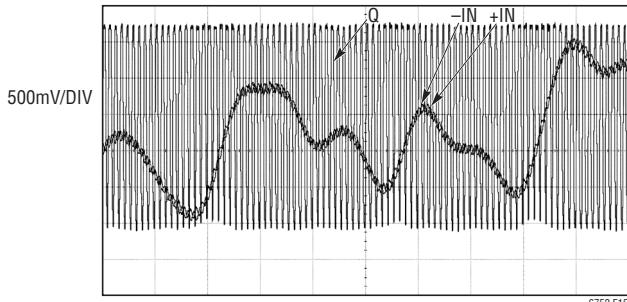

図15
2.5Vのランダムな同相ノイズが重畠されている状態の入力信号から200MHz、200mV_{P-P}の差動入力信号を取り出しているLTC6752-2の動作を図15に示します。使用した入力電源(V_{CC})は5Vで、使用した出力電源は2.7Vでした。入力にわずかな差動変調が存在するため、出力にもわずかな差動変調が観測されます。これにより、伝播遅延にサイクル間のばらつきが生じます。